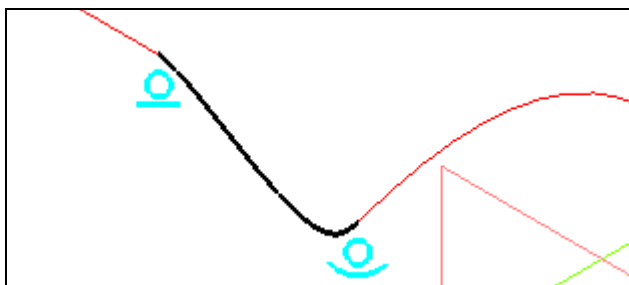

Рис. 6.21. Соединение кривых с условиями сопряжения
- ◆ проверьте по фантому правильность сопряжения (см. рис. 6.21). Для завершения операции нажмите кнопку **Создать объект**. В Дереве модели появился элемент **Соединение кривых** со своей пиктограммой.